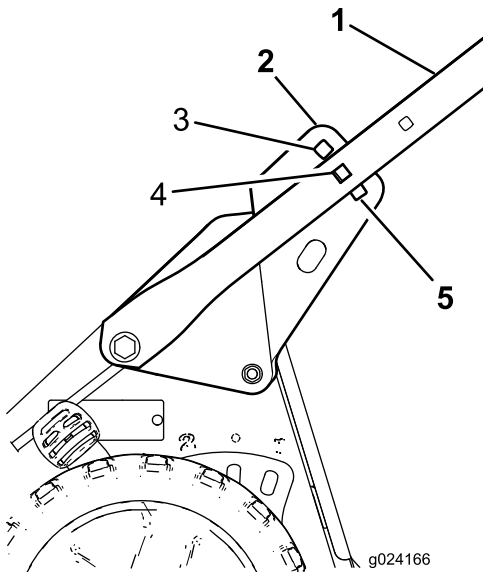

図 5
- 運転位置に立ってみて、一番使いやすいハンドルの高さを決める **図 5**。